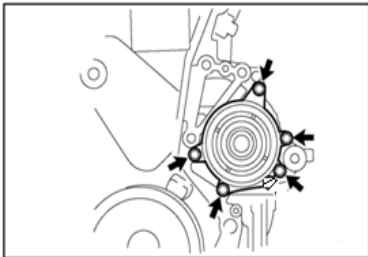

Рисунок II-76
7. Отверните 5 болтов и снимите помпу (см. Рисунок II-76).